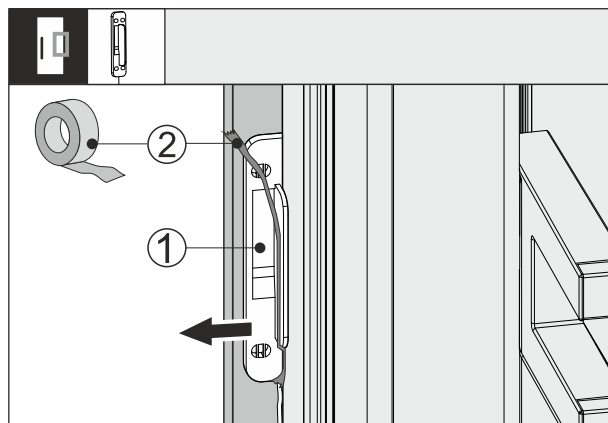

Fig. 64
- Lossa tejp Fig. 64 (2) på knackningssensorn Fig. 64 (1).